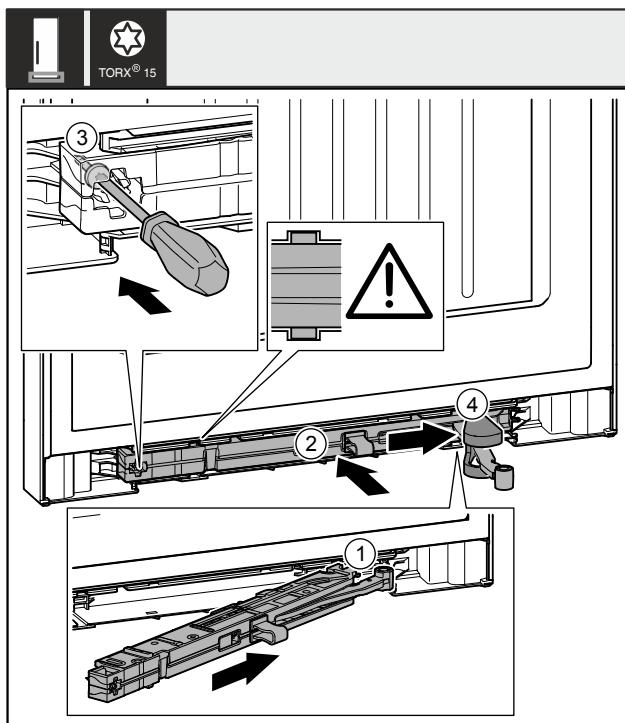

Fig. 46
- Schließdämpfereinheit Fig. 46 (1) auf der Lagerbockseite bis zum Anschlag schräg in die Aussparung einschieben.
- Schließdämpfereinheit Fig. 46 (2) vollständig in Aussparung schieben.
- Schraube Fig. 46 (3) mit einem Schraubendreher fest-schrauben.
- Abdeckung Fig. 46 (4) über Gelenk schieben.